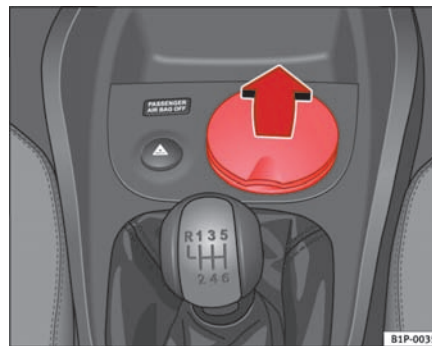

Fig. 99 Askebæger i drikkevareholder foran
- Løft afdækningen for at åbne askebægret ⇒ side 128, fig. 99.